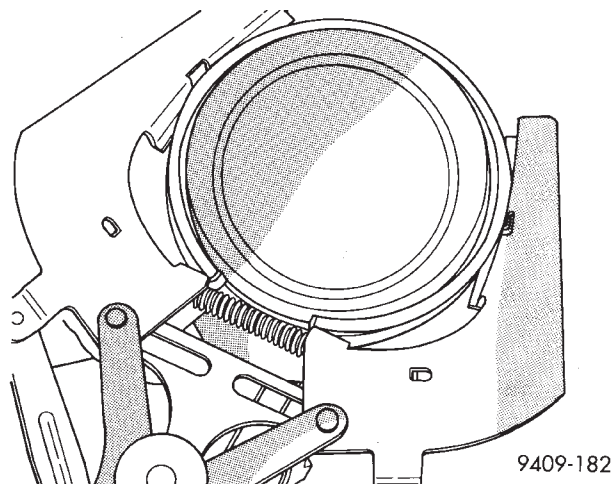

Fig. 116 Aros de pistón—Desmontaje e instalación
(1) La marca de identificación de la superficie de los aros de pistón superior e intermedio debe apuntar hacia la corona de pistón.
(2) Con un expansor de aro adecuado, retire los aros de pistón superior e intermedio (Fig. 116).